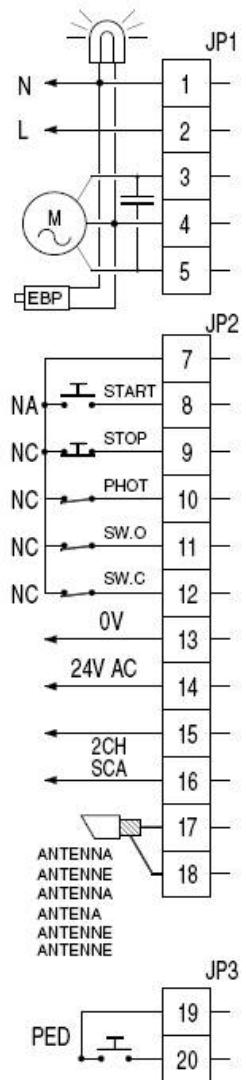

рис. 2
3. Подсоединения к клеммам блока управления (рис. 2)
Ниже приводится описание клемм встраиваемого блока управления ALPHA (рис. 2):
EVR (рис. 2)